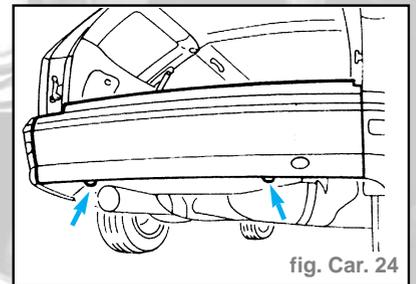

fig. Car. 24
- Dévisser les vis indiquées et enlever le revêtement extérieur du pare-chocs Arrière rabattable (fig. Car. 24).